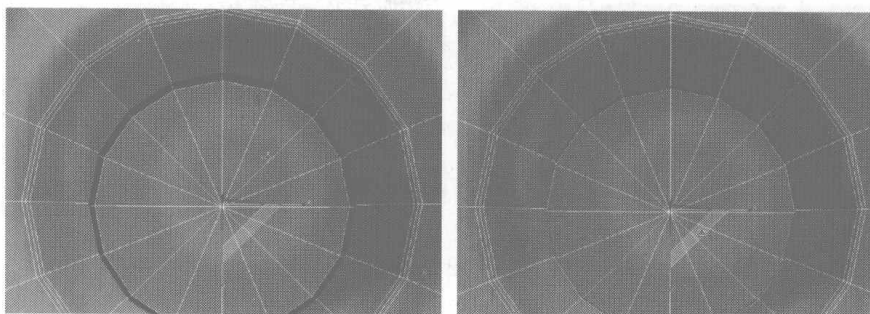
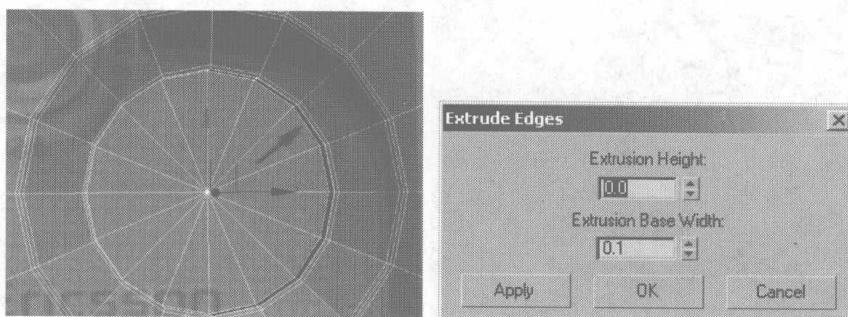

图 4.131
图 4.132
- 13** 在 Front 视图中分别选择镜头最内侧的边线，如图 4.131 所示，用缩放工具将其同比例缩小，然后在 Edit Edges 卷展栏中单击 **Extrude** 右侧的小按钮，在弹出的对话框中设置挤压参数，如图 4.132 所示。